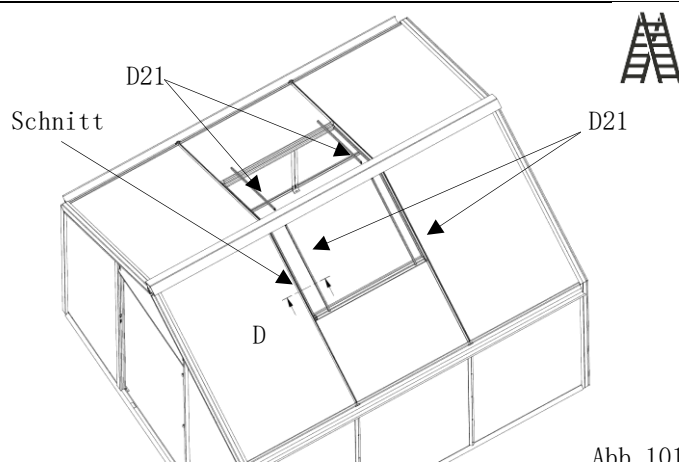

Abb. 101
- die Glasanlagedichtungen (Pos. D21) werden in die Führungsnut (Pos. FN) der Dachspinnen (Pos. 7.6) eingebaut. (Abb. 101)